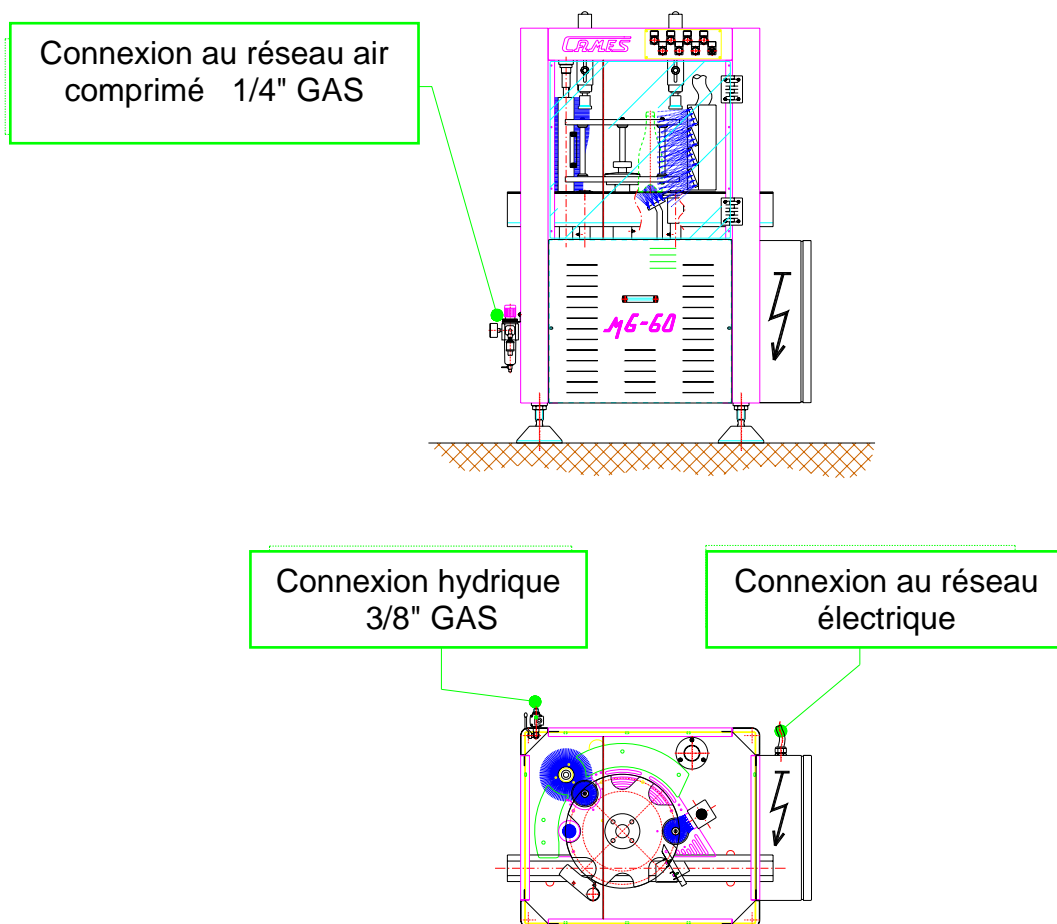

Fig.4
déplacements après l'installation, avant de procéder à la manutention, il faut déconnecter les circuits d'alimentation électrique et pneumatique (voir Fig.4).
- Une armoire électrique d'alimentation et son câble de connexion pour le branchement au réseau, équipée de terre et protégée des courts-circuits comme prévu par la réglementation en vigueur en matière. La Fig.4 indique la position de connexion électrique de la machine.
- Un point de jonction pour le branchement au réseau de l'air comprimé ayant les dimensions 1/4" gaz nécessaire pour actionner les actionneurs pneumatiques. La Fig.4 indique la position de connexion pneumatique de la machine.